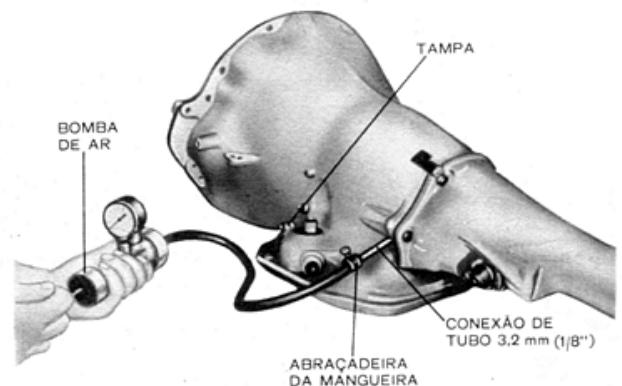

Fig. 78 — Pressurização da transmissão
- Fixar e prender a mangueira do bico da bomba com calibrador, Ferramenta C-4080 à conexão do tubo que fica na conexão traseira do tubo do radiador de óleo, posicionando na caixa de Transmissão (Fig. 78).